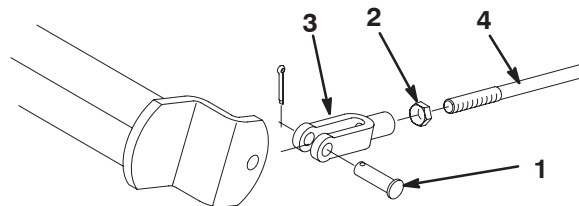

Bild 49
2. Lösen Sie die Klemmmutter und stellen Sie den Lastösenbolzen entsprechend ein (Bild 49).
3. Bringen Sie den Lastösenbolzen am Bremsbühl an (Bild 49).